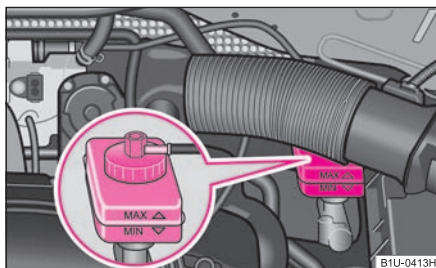

Fig. 149 Compartimentul motor: Rezervorul lichidului de frână
- Verificați nivelul lichidului de frână din rezervor ⇒ fig. 149. Nivelul trebuie să se găsească între marcajele „MIN” și „MAX”.